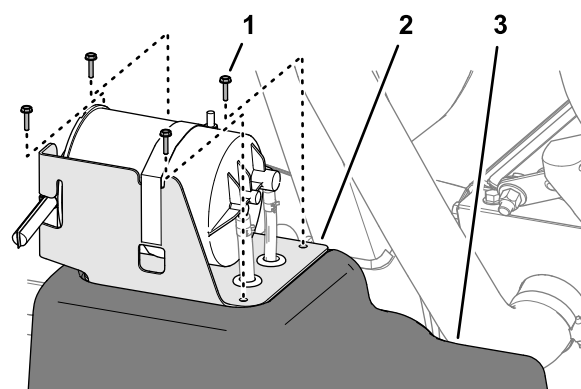

Figure 87
6. Fixez le support sur le réservoir (Figure 87) à l'aide des 4 vis (n° 10 x ¾").